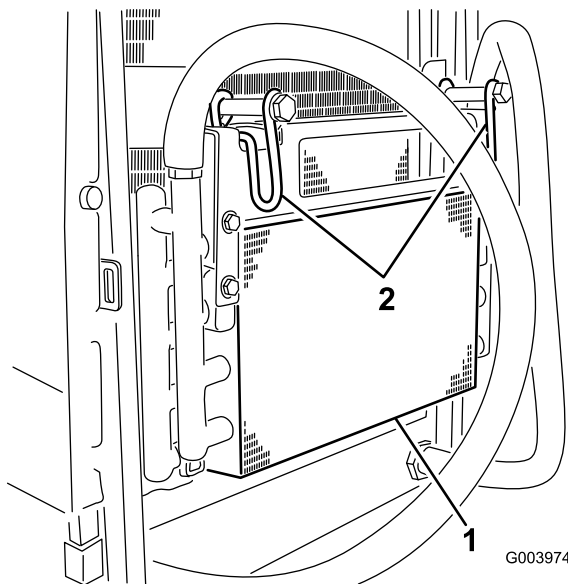

Figura 61
5. Gire los cierres hacia dentro para liberar el enfriador de aceite (Figura 61).